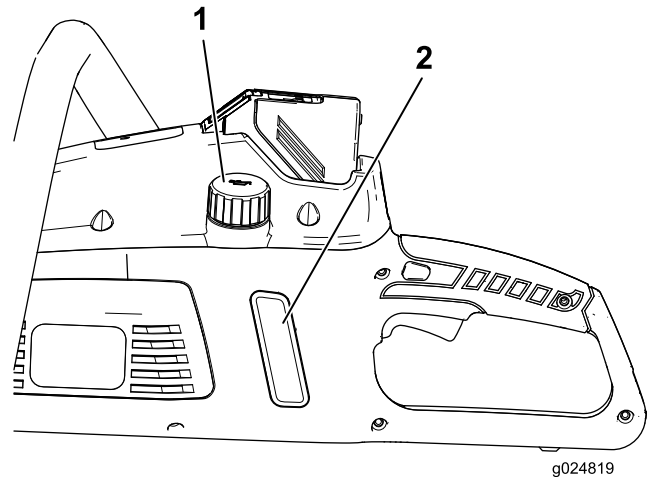

Figure 4
2. Nettoyez la surface autour du bouchon d'huile (Figure 4).
3. Enlevez le bouchon et versez de l'huile dans la tronçonneuse jusqu'à ce qu'elle arrive en haut du regard de niveau (Figure 4).